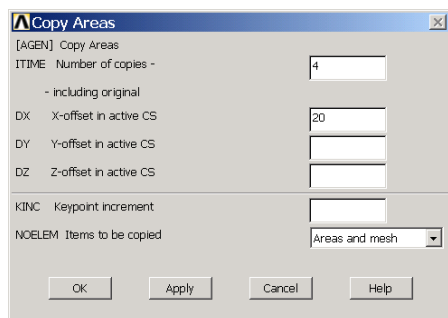

图3.80 复制面的设置
(1) 单击 Main Menu>Preprocessor>Modeling>Copy>Areas 菜单，弹出图形拾取对话框。接着在图形视窗中选择生成的圆面，单击【OK】按钮，弹出如图 3.80 所示的设置对话框。